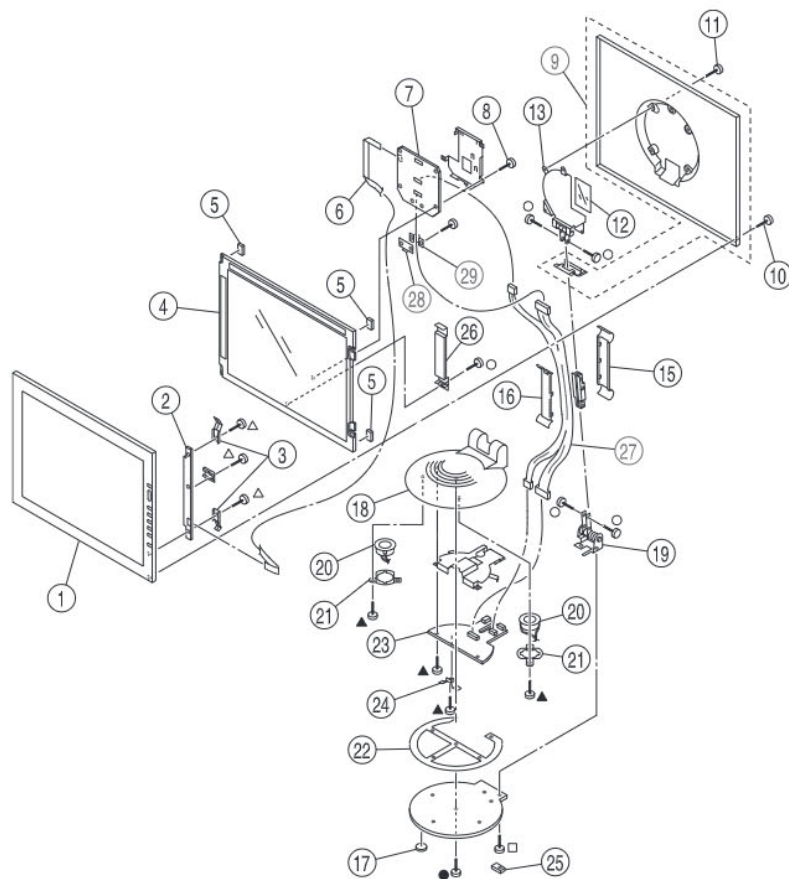

Рис. 3.5.1. Конструктивные узлы монитора
Конструктивные узлы монитора приведены на рис. 3.5.1. Элементы инвертера питания CCFL размещены на плате В.
3. Снимают декоративные крышки 15 и 16 (см. рис. 3.5.1) со штанги стойки.
5. Отсоединяют все шлейфы от платы U (23 на рис. 3.5.1) и снимают плату.
4. Отсоединяют все шлейфы от платы В (7 на рис. 3.5.1), выкручивают саморез, удерживающий плату, и снимают ее.
После этого можно **демонтировать плату Н**. Для этого выкручивают три самореза, фиксирующие плату Н (2 на рис. 3.5.1) и снимают фиксаторы 3. Затем снимают плату и отсоединяют от нее гибкий шлейф 6.